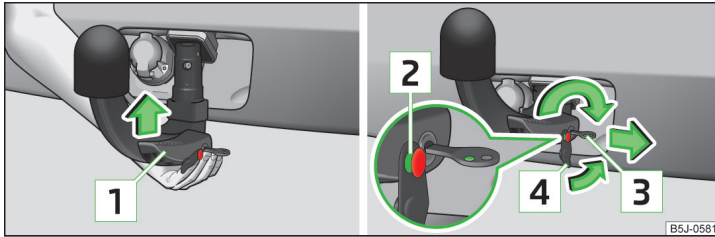

Abb. 126 Kugelstange einsetzen / Schloss verriegeln und Schlosskappe aufsetzen
- Die Kugelstange **von unten** » **Abb. 126** fassen und in den Aufnahmeschacht bis zum hörbaren Einrasten einsetzen » **!**.
Der Bedienungshebel **[1]** » **Abb. 126** dreht sich **selbsttätig** nach oben und der Auslösebolzen **[2]** fährt heraus (sein roter sowie grüner Teil ist sichtbar) » **!**.
- Die Kappe **[4]** » **Abb. 126** auf das Schloss in Pfeilrichtung stecken » **!**.